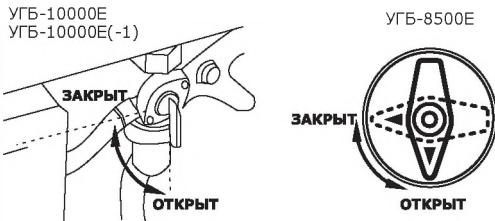

рис. 7
• Поверните топливный кран в положение «Открыто» (рис. 7).
- Перекройте топливный кран, установив его в положение «Закрыто» (рис. 7).